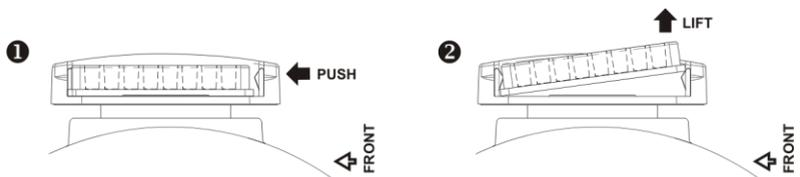

Fig. 2. Remoção de plataforma ou placa
Remova a plataforma ou placa empurrando a extremidade traseira da plataforma/placa para dentro das abraçadeiras da mola (fig. 2/❶) e levante a borda frontal para cima (fig. 2/❷).